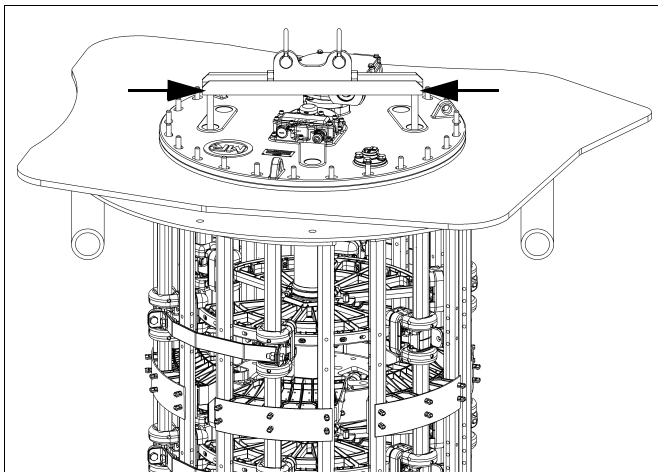

рис. 76 Установка подъемной траверсы
1) Установите подъемную траверсу ($Md=10$ Нм, **рис. 76**).